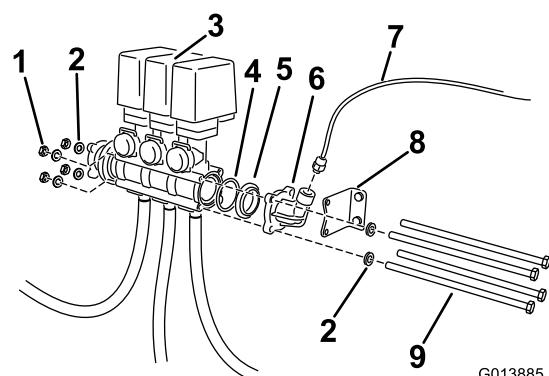

Bild 5
3. Entfernen Sie die langen Schrauben und Befestigungen, mit denen das Ventil befestigt ist (Bild 5).
- Entfernen Sie den Druckmanometeranschluss und den Adapter für Außengewinde-zu-Außengewinde (Bild 5).